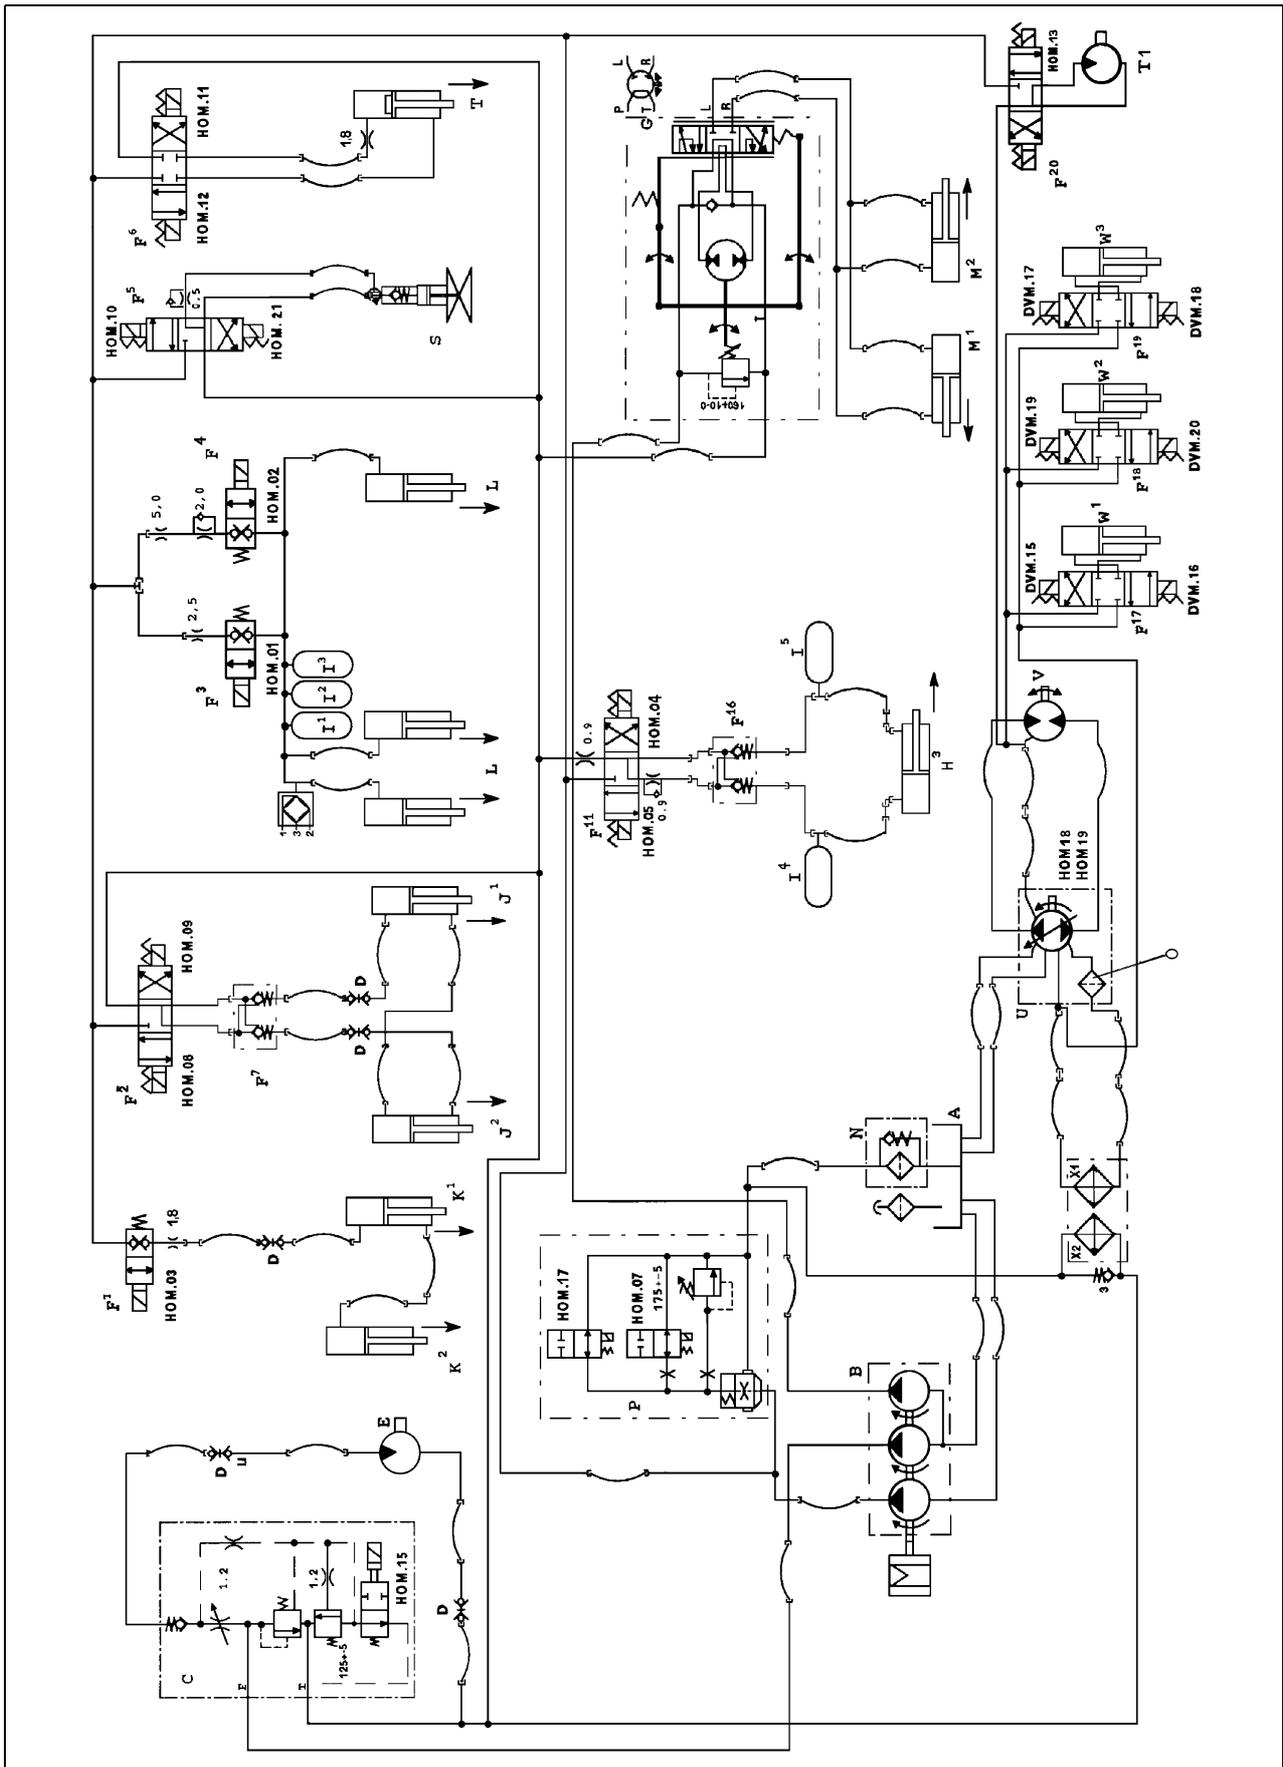

Рисунок 16
4. Снимите реле остановки двигателя как описано в разделе 16. на стр. 389 в (Рис. 16), чтобы предотвратить случайный запуск двигателя.